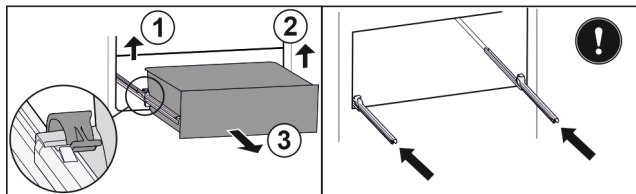

Fig. 129
- ▶ Lyft vänster klämma och dra samtidigt utdragslåda till vänster framåt. Fig. 129 (1)
- ▶ Lyft höger klämma och dra samtidigt utdragslåda till höger framåt. Fig. 129 (2)
- ▶ Ta ut utdragslåda genom att dra den framåt. Fig. 129 (3)